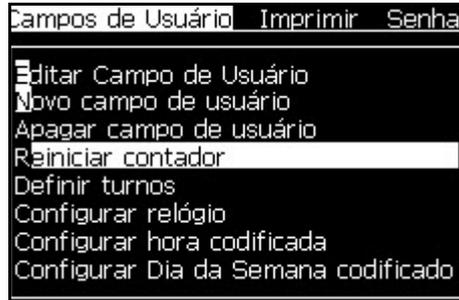

Figura 5-40: Selecionar Reiniciar contador
- 2 Selecione a opção *Reiniciar contador* (veja Figura 5-40).